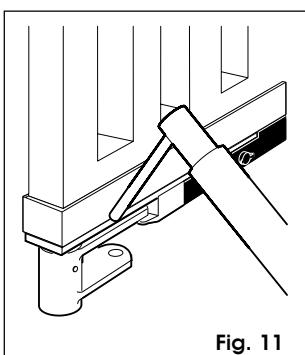

Fig. 11
- Soudler le sabot de guidage à la patte de support (fig. 11).